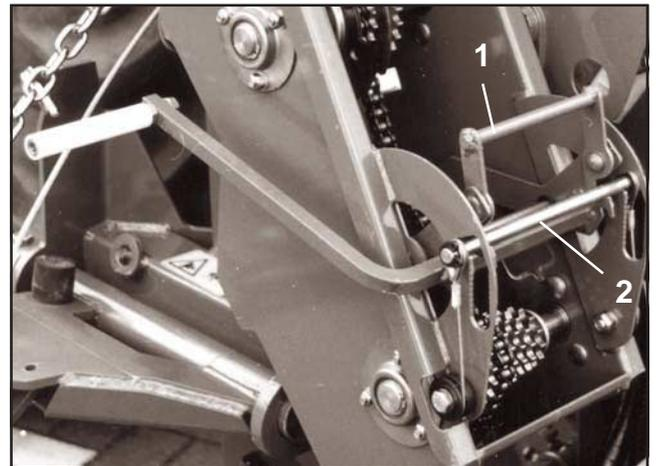

Fig. 7.29
- Die Abdrehkurbel in die Position gemäß Fig. 7.29 zurückschwenken.